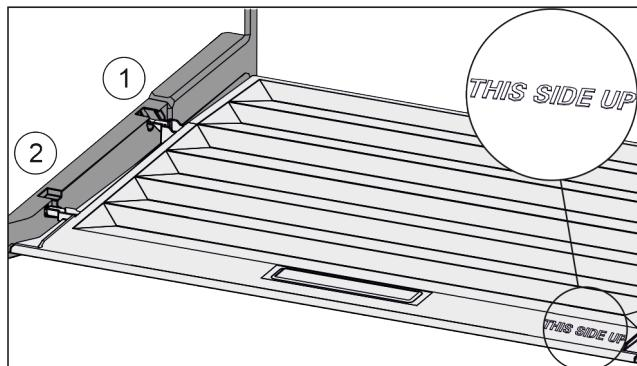

Fig. 135
- Výstupky veka zavedťte cez otvor zadného držiaka Fig. 135 (1) a zaistite vpred u v držiaku Fig. 135 (2).